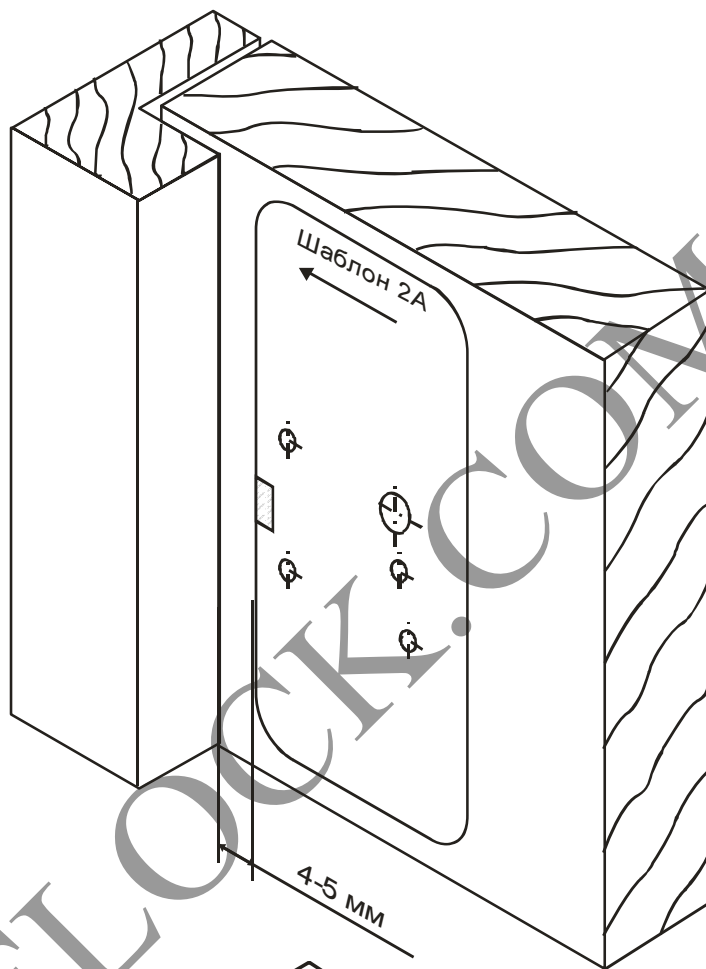

Рис. 19
**6.2.2.** Приложите шаблон А с внутренней стороны двери так, чтобы стрелка на шаблоне указывала на край двери и шаблон находился на расстоянии 4 - 5 мм от стенки дверной коробки (рис. 19).
**6.2.8.** Проверьте взаимодействие ригеля и запорной планки (рис. 19).